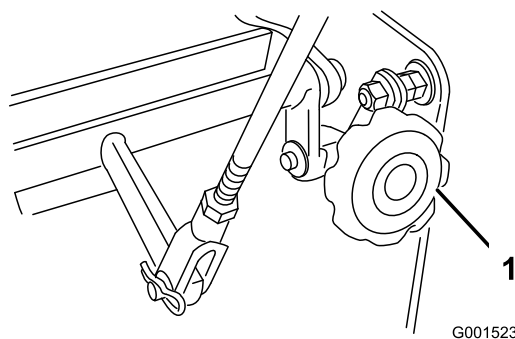

Figure 54
4. Si la machine se déporte d'un côté ou de l'autre, tournez le bouton Quick-Track. Tournez le bouton à droite pour diriger la machine vers la droite, et à gauche pour diriger la machine vers la gauche (Figure 54).